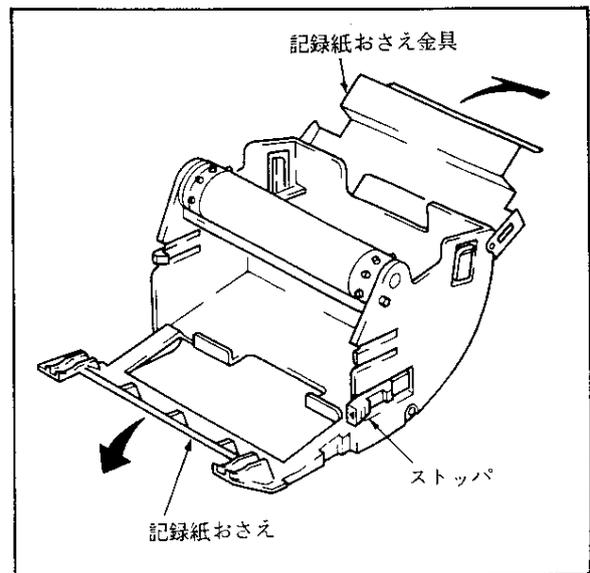

図 5.4
- (5) 記録紙収納ユニットの後方部分の記録紙おさえ金具をあけます (図 5.4)。
(6) 前方部分の記録紙おさえ (透明な部分) を手前にたおします (図 5.4)。